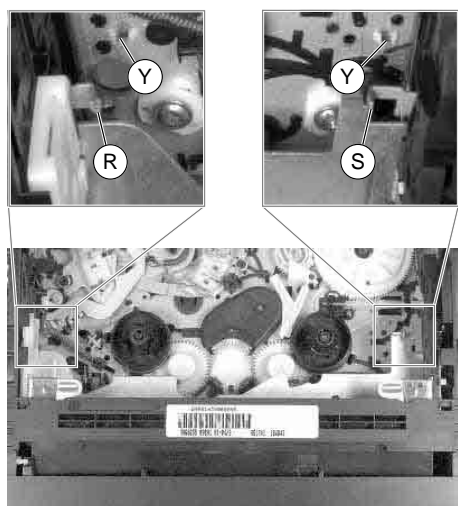

Fig. 9
- Débloquer les verrous (R) et (S) (Fig. 9) du logement de cassette et pousser celui-ci suffisamment vers l'intérieur pour rendre les vis (U) accessibles (Fig. 10).
- Release the locks (R) and (S) (Fig. 9) of the cassette compartment and move it inwards to gain access to the screws (U) (Fig. 10).
- Défaire les verrous (R) et (S) (Fig. 9) du logement de cassette et pousser celui-ci suffisamment vers l'intérieur pour rendre les vis (U) accessibles (Fig. 10).
- Décrocher les ergots (Y) (Fig. 9) et retirer la platine mécanique du magnétoscope.
- Disengage the locking lugs (Y) (Fig. 9) and remove the Drive Mechanism.